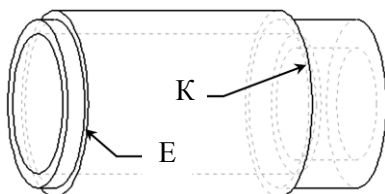

Рис. 2.11. Элемент «Наружная вытяжка»
13. В результате получается следующая деталь (рис. 2.11).